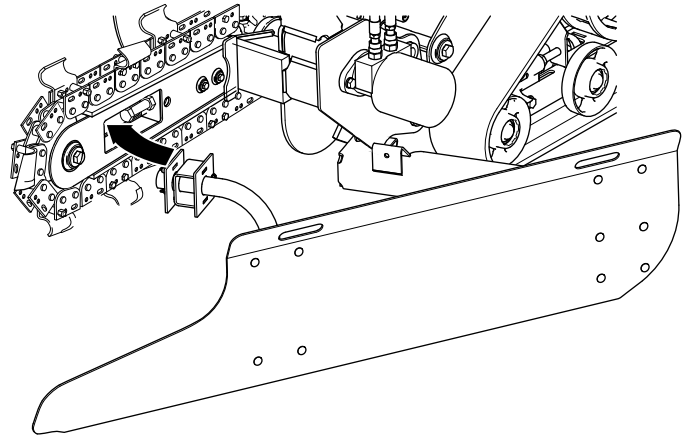

**Bild 4**
3. Nehmen Sie den Klappstecker und die Befestigungsplatte von der vorderen Befestigungshalterung ab (**Bild 4**).
5. Schieben Sie die Befestigungsplatte auf die vordere Befestigungshalterung und befestigen Sie sie mit dem verbundenen Klappstecker (**Bild 4**).